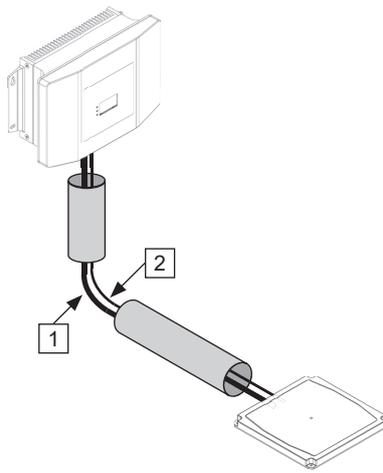

Fig. 23 : Pose commune du câble d'alimentation et du câble de données
- Le câble d'alimentation et le câble de données peuvent être posés ensemble. Fig. 23